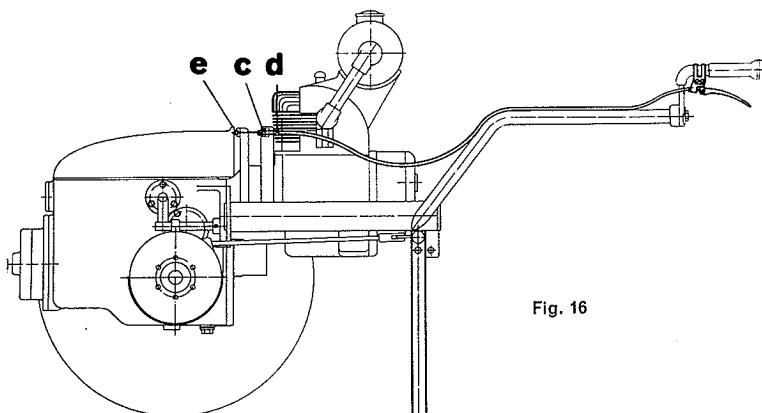

Fig. 16
14. Kupplung (Fig.16)
14. Réglage de l'embrayage (fig.16)
14. Frizione (fig.16)
b) Trotzdem der Motor gleichmäßig läuft, rutscht die Kupplung. In diesem Fall wird nach Lösen der Mutter **c** die Schraube **d** um 1-2 Umgänge hineingeschraubt, d.h. nach vorne, die Mutter **c** wieder angezogen und die Kupplung ausprobiert. Wenn die Zahnräder kratzen, muss man wieder etwas zurückkorrigieren. Ist das Regulieren mit der Schraube **d** nicht mehr möglich, so kann der Kabelnippel **e** entsprechend verstellt werden (siehe Fig. 16).
b) Bien que le moteur marche régulièrement, l'embrayage patine. Dans ce cas, après avoir desserré l'écrou **c**, serrer la vis **d** de 1-2 tours, c'est-à-dire en avant. Resserrer ensuite l'écrou **c** et essayer l'embrayage. Si les engrenages grincent, répéter l'opération en corrigeant en sens inverse. Lorsqu'on ne peut plus régler au moyen de la vis **d**, il est nécessaire de déplacer la vis serre-câble **e** (voir fig. 16).
b) Il motore funziona regolarmente, ma la frizione slitta. In questo caso allentare il controdado **c**, avvitare la vite **d** di un giro o due in avanti, fissare il controdado **c** e controllare il funzionamento della frizione. Se gli ingranaggi grattano ancora, correggere l'ultima operazione in senso inverso. Se la regolazione con la vite **d** non è più possibile, si può regolare la corrispondente vite di serraggio del cavo **e** (vedi fig. 16).